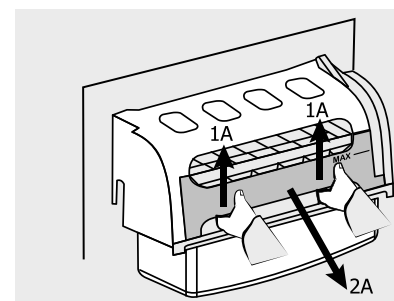

Figura 30
- Retire el soporte de la cubeta de la carcasa levantándolo levemente y jalándola hacia usted. (Figura 30).